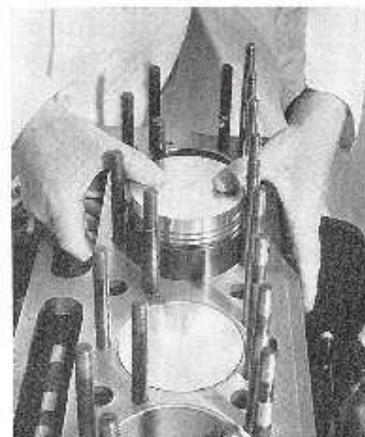

Fig. F3.
- Pousser le piston dans le fond du cylindre, à l'aide d'un collier-guide de segment (Fig. F3).